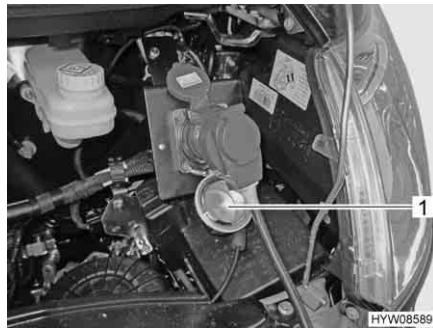

Fig. 45 Collegamento a 230 V
- Ruotare il coperchio (Fig. 45,1) in senso antiorario (chiusura a baionetta) e rimuoverlo.
- Inserire l'innesto rapido. Durante questa operazione il cavo di allacciamento deve trovarsi sopra la griglia di raffreddamento (Fig. 45).